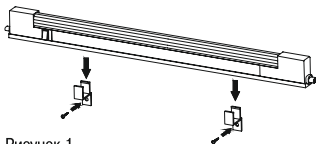

Рисунок 1
- закрепить две монтажные скобы на опорной поверхности при помощи самонарезающих винтов, входящих в комплект светильника (рисунок 1);